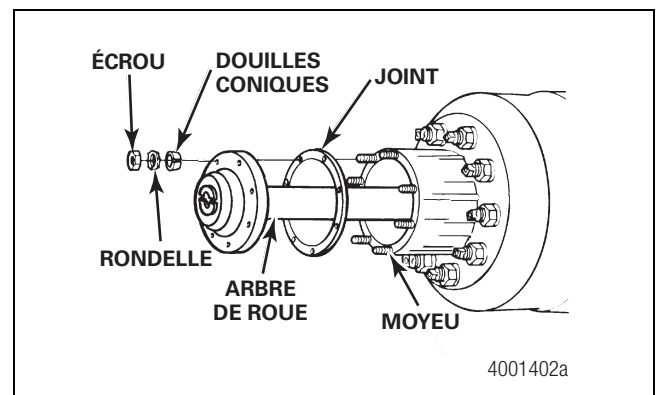

Figure 5.6
12. Installer les douilles coniques sur chaque goujon et dans le flasque de l'arbre de roue. Utiliser un poinçon ou un chassoir et un marteau au besoin. Figure 5.6.